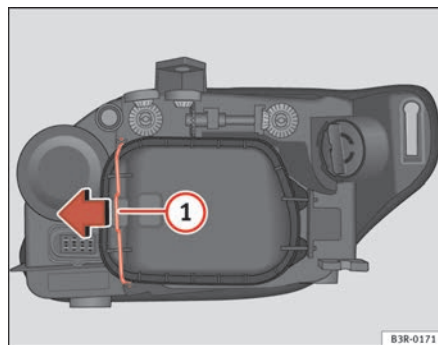

Fig. 193 Anabbaglianti
Anche se non necessario, estrarre prima la copertura ⇒ pag. 264, fig. 193, rende più facile la sostituzione. ■
- Far scorrere il tirante ⇒ fig. 193 ① nel senso della freccia e sfilare la copertura separando prima il lato del tirante ed estraendo dopo le due linguette dell'estremità opposta.